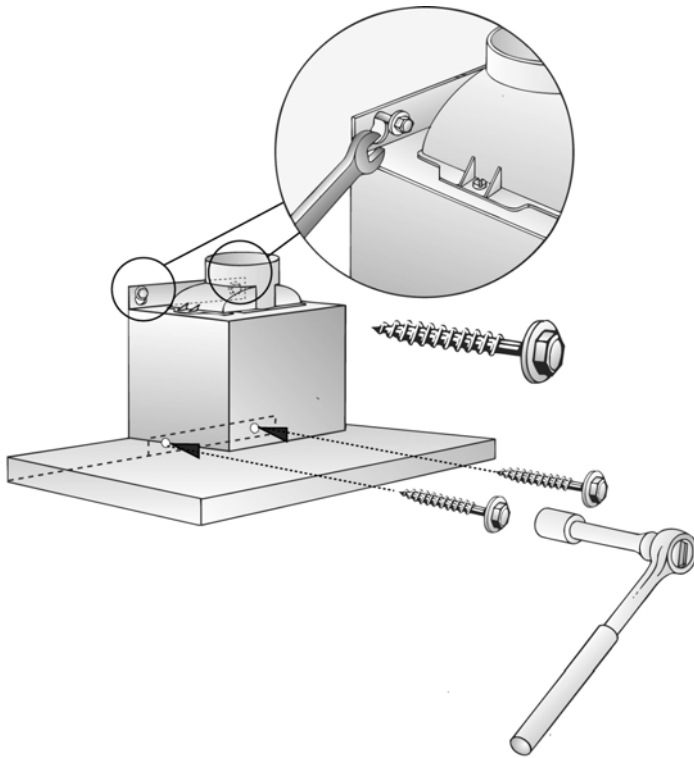

Рис. 14
12. Соедините обе секции обшивки вытяжной трубы (разрезы в верхней секции должны быть направлены вниз) и вставьте их в отверстие в вытяжке (рис. 14).
Чтобы защитить от царапин внешнюю сторону обшивки, наложите, например, шаблон, использовавшийся для маркировки стены, на верхний край нижней секции (рис. 14).